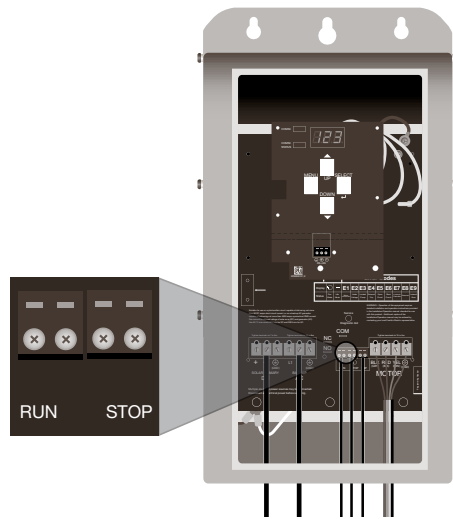

Figure 9 : Connexion du câblage de l'interrupteur de commande
2. Connectez les câbles de l'interrupteur de commande « RUN » (« MARCHÉ ») vers le bloc de bornes étiquetées « RUN » (figure 9).